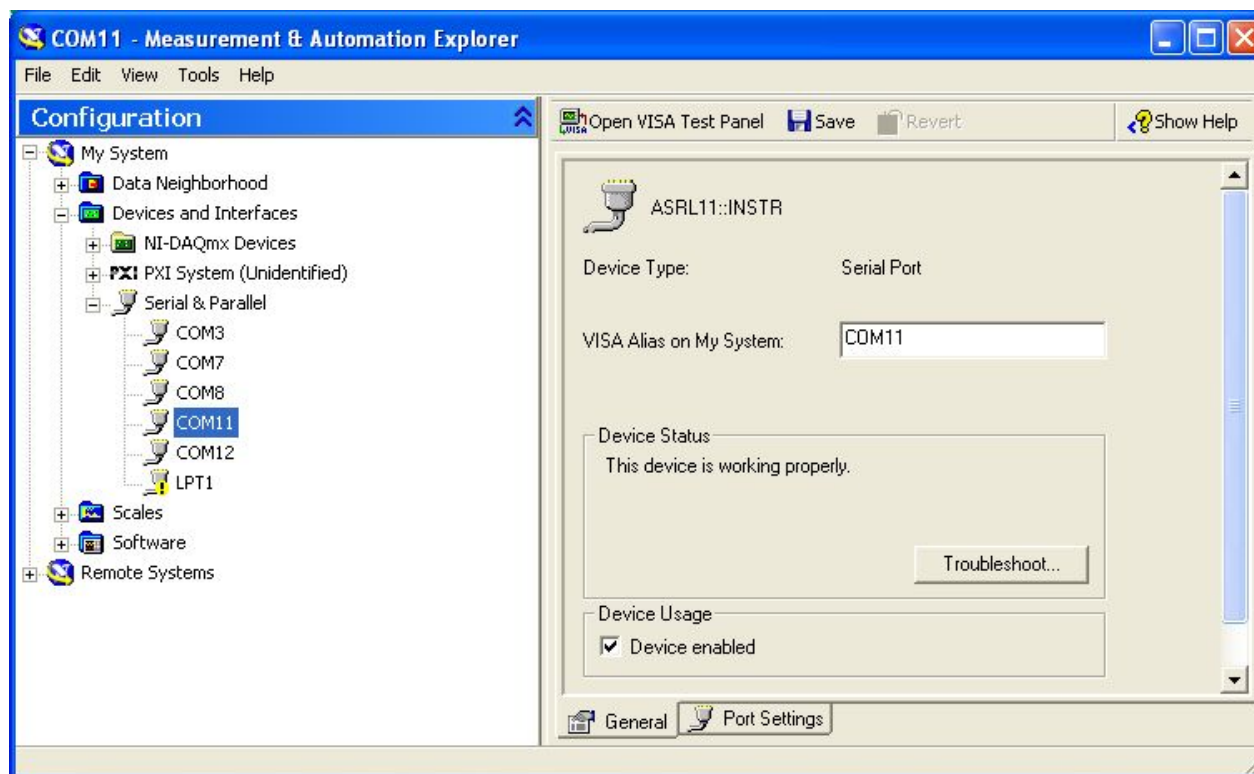
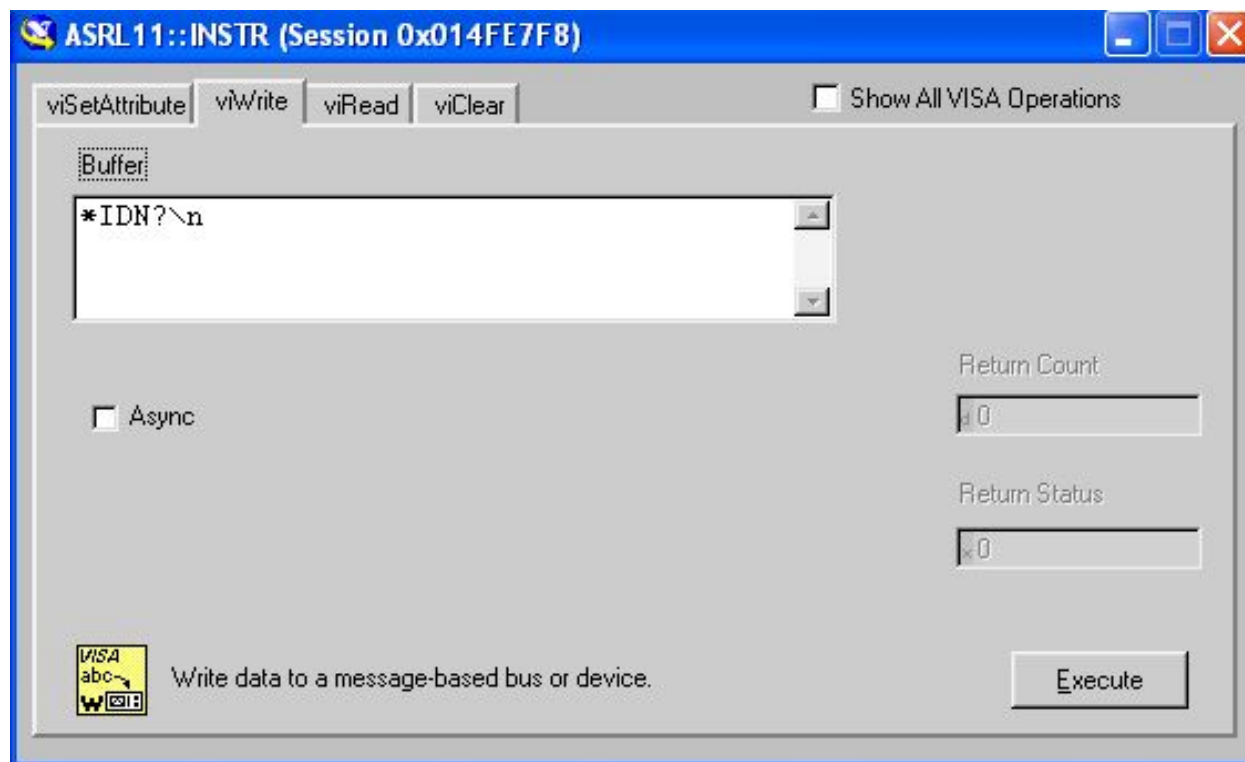

Рис.3.
Рис.4.
2.1. В окне Configuration выделите стоку с именем порта COM11. Панель утилиты MAX примет вид (рис.3). Нажмите на кнопку «Open VISA Test Panel» и выберите закладку «viWrite» (рис.4)